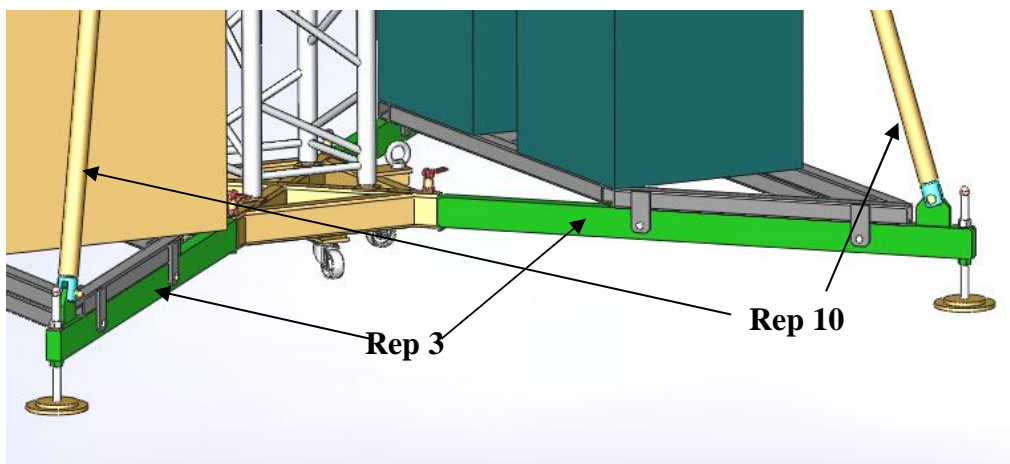

fig.14
c) Fixer ensuite les renforts (rep. 10) sur les pieds (rep. 3) à l'aide des goupilles de sécurités (fig. 14).